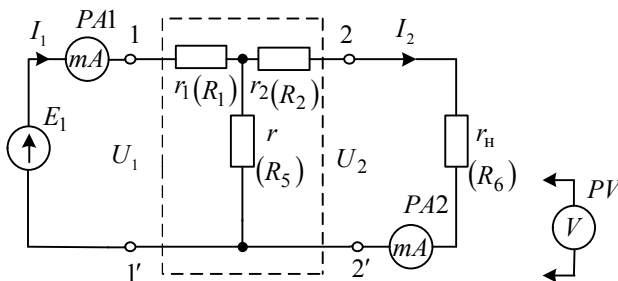

Рис. 6. Схема для измерения параметров четырёхполосника
3.1. Собрать схему рис. 6 и произвести измерения параметров четырёхполосника I_1 , I_2 , U_2 при его работе на нагрузку r_n .